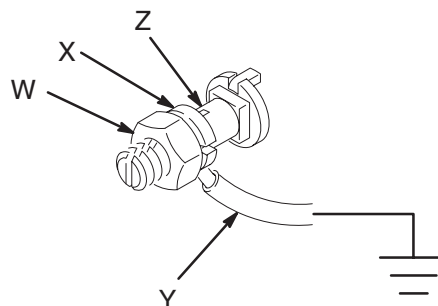

Abb. 1
1. *Pumpe:* Erdungskabel und Klammer (Teile-Nr. 237569) bestellen. Siehe Abb. 1. Die Sicherungsmutter (W) und die Scheibe (X) der Erdungsöse lösen. Ein Ende des Erdungskabels (Y) in den Schlitz der Öse (Z) stecken und die Sicherungsmutter fest anziehen. Das andere Ende des Kabels mit einer guten Masse verbinden.